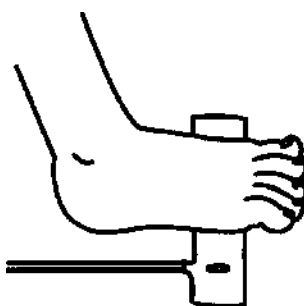

Рис. 3
- 2) Направить кабель датчика так, чтобы он либо был направлен в сторону от пациента, либо проходил вдоль нижней части стопы. Нанести детектор на мясистую часть боковой поверхности подошвы стопы, совместив с четвертым пальцем. В качестве альтернативы детектор может быть прикреплен к верхней части стопы (не показано). Для обеспечения точности данных необходимо полное покрытие окна детектора (см. Рис. 3).